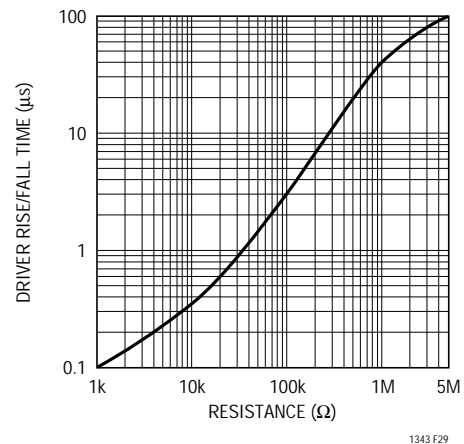

図29. V.10ドライバの立上りおよび立下り時間と抵抗値
V.10ドライバの立上りおよび立下り時間は、 423 SET (ピン25) とグラウンドの間に $1/8\text{W}$ 、 5% 抵抗を配置してプログラムされます。ドライバの立上りおよび立下り時間と抵抗値のグラフを図29に示します。